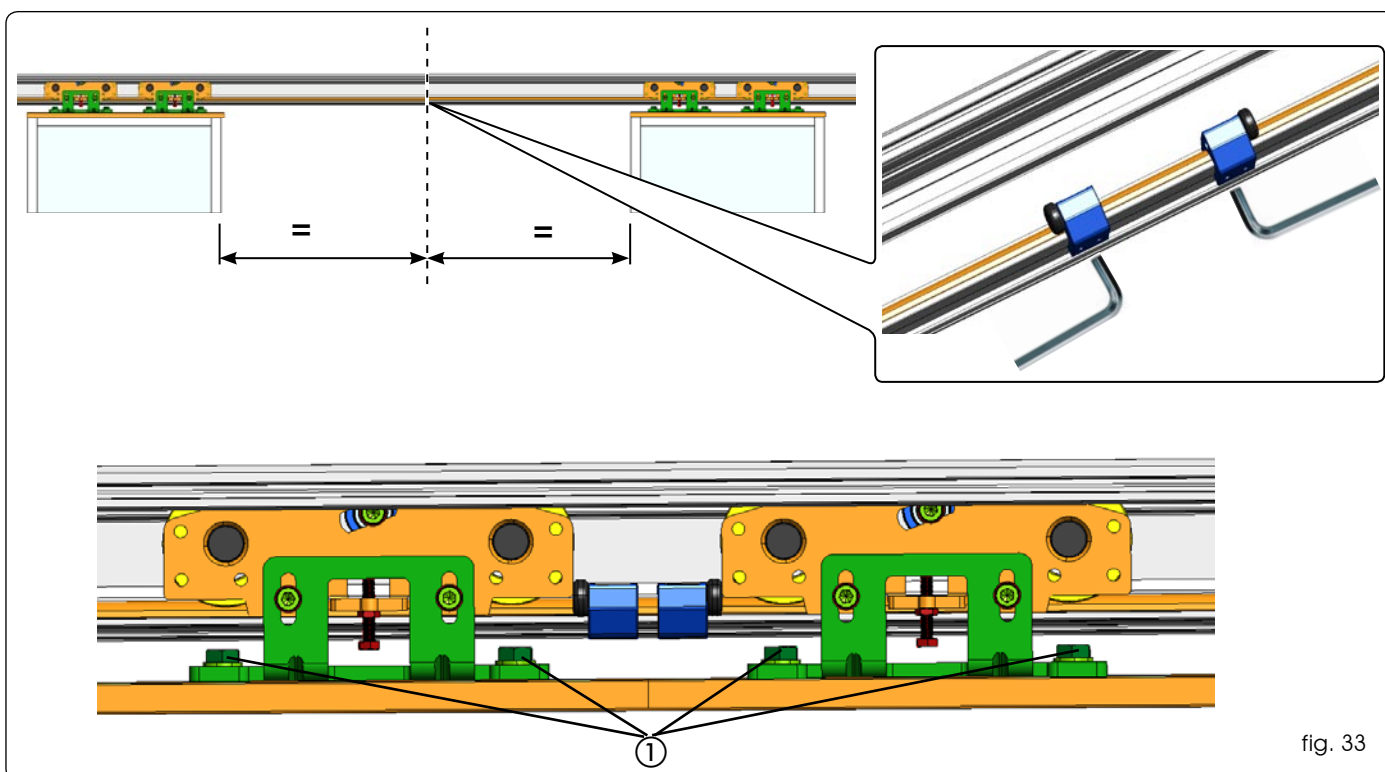

fig. 33
- Allentare i 2 bulloni di fissaggio dei carrelli (fig. 33 rif. ①).
Il fissaggio dei fianchetti H100 e H140 viene fatto tramite le 3 viti in dotazione come da fig.33 rif.3 e rif.4 .